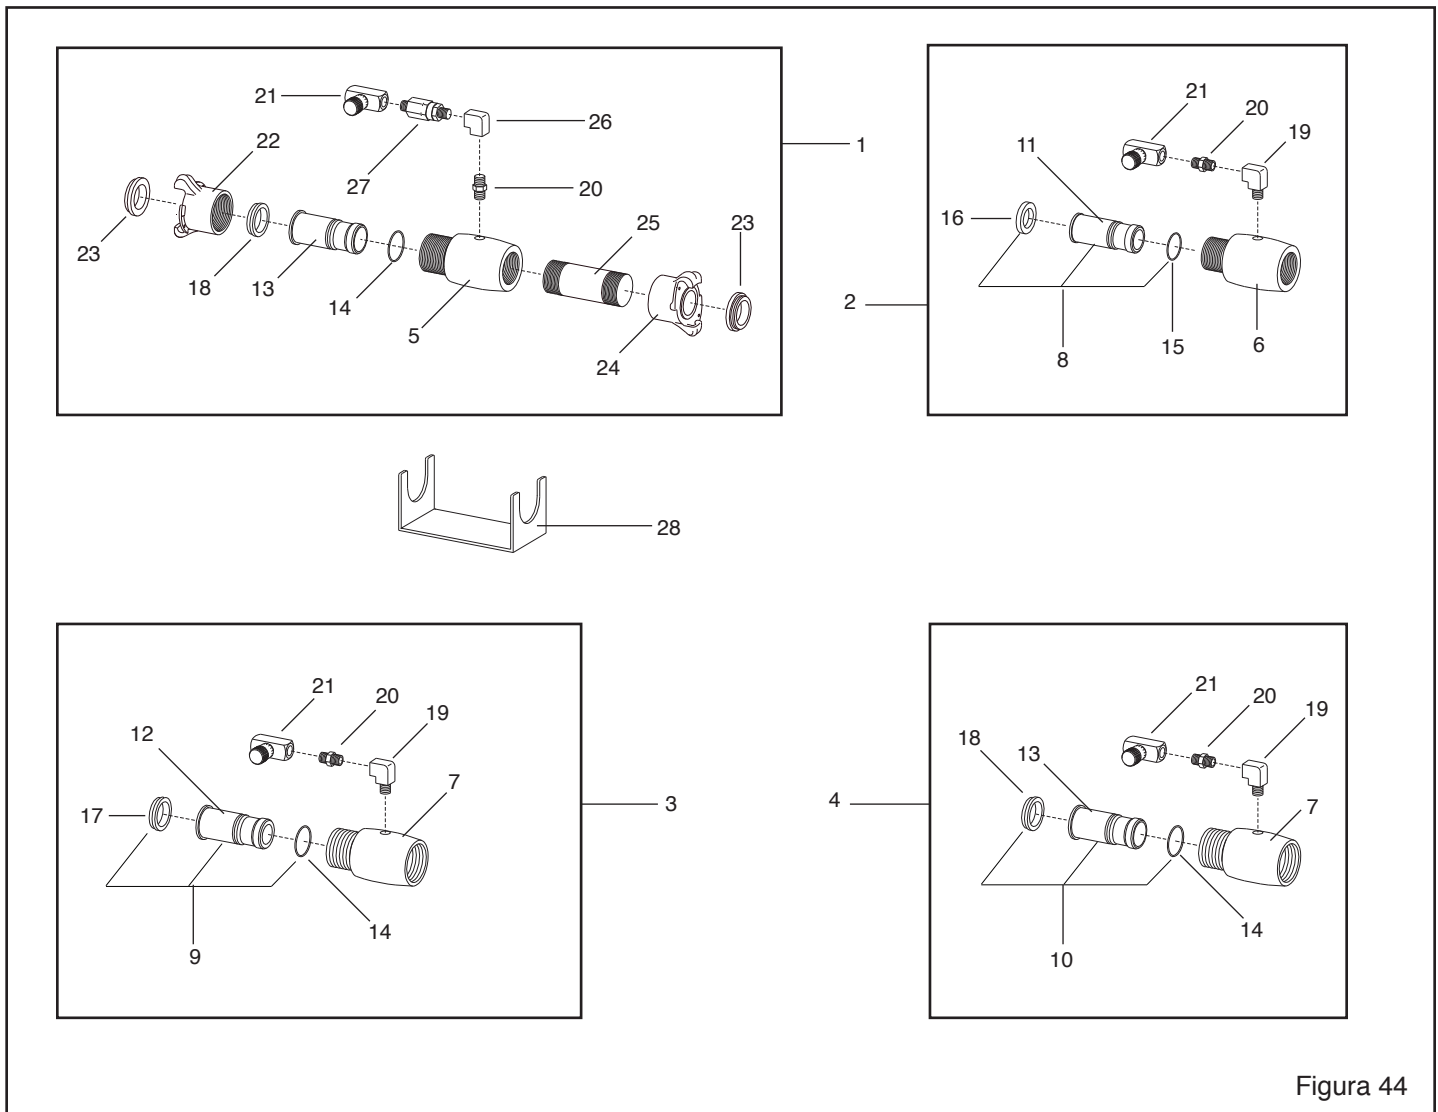

Figura 44
9.11 Ensamblajes de Inyector, Figura 44